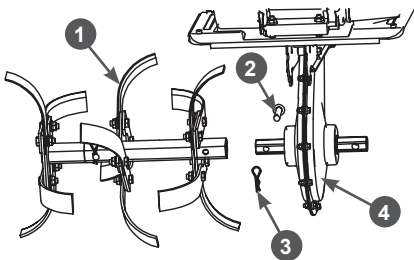

Рис. 14. Установка правой фрезы на вал редуктора
- Установите фрезу 1 в сборе на выходной вал редуктора 4, совместите отверстия в валу и оси фрезы и вставьте палец 2. Зафиксируйте палец шплинтом 3 (Рис. 14).